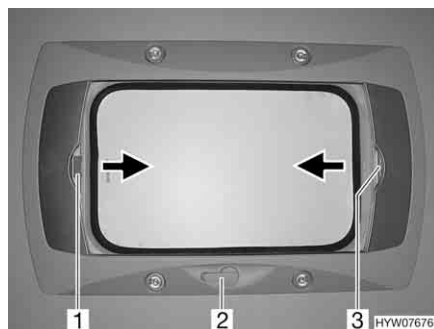

Fig. 49 Oblò a manovella
- Ruotare la manovella (Fig. 49,2) fino a quando non si incontra resistenza (angolo di apertura max. 70°).
- Tirare la tendina oscurante pieghevole per la maniglia (Fig. 49,3) nella direzione della freccia fino alla posizione desiderata e rilasciare. La tendina oscurante pieghevole rimane in questa posizione.
- Tirare la zanzariera a rullo per la maniglia (Fig. 49,1) nella direzione della freccia verso la maniglia contrapposta della tendina oscurante pieghevole (Fig. 49,3) e farla innestare.
- Tirare la maniglia della zanzariera a rullo (Fig. 49,1) dietro, verso l'alto, e sganciare la zanzariera a rullo dalla tendina oscurante pieghevole (Fig. 49,3).